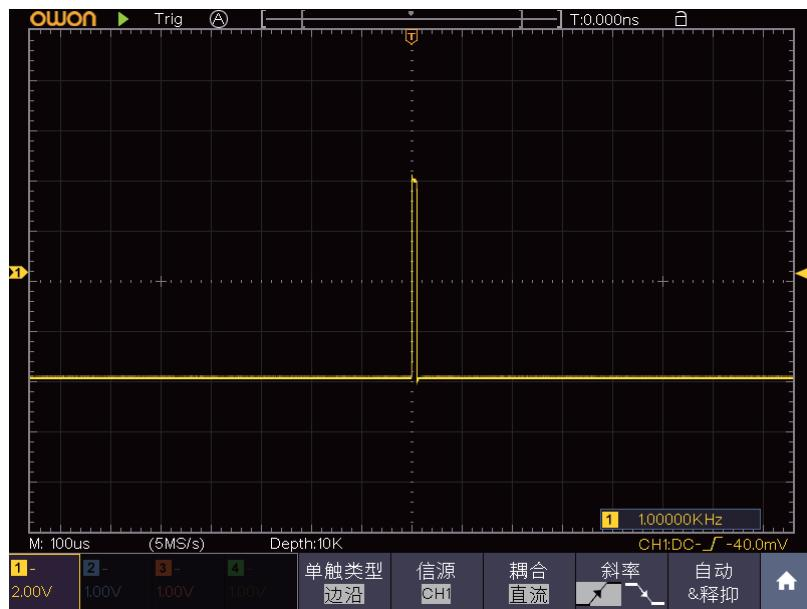

图 9-3：捕捉单次信号
- (2) 按**CH1**键选中该通道，调整 **垂直 档位** 和 **水平 档位** 旋钮，为观察的信号建立合适的垂直与水平范围。
- (3) 按 **采样** 按键，显示采样菜单。
- (4) 在下方菜单中选择 **采集模式**。在右侧菜单中选择 **峰值检测**。
- (5) 按 **触发菜单** 按键，显示触发菜单。
- (6) 在下方菜单中选择 **类型**。在右侧菜单中选择 **单触**。
- (7) 在左侧菜单中选择触发模式为 **边沿**。
- (8) 在下方菜单中选择 **信源**，在右侧菜单中选择 **CH1**。
- (9) 在下方菜单中选择 **耦合**；在右侧菜单中选择 **直流**。
- (10) 在下方菜单中选择 **斜率** 为  (上升)。
- (11) 旋转 **触发电平** 旋钮，调整触发电平到被测信号的中值。
- (12) 若屏幕上方 **触发状态指示** 没有显示 **Ready**，则按下 **Run/Stop** (运行/停止) 按键，启动获取。等待符合触发条件的信号出现。如果有某一信号达到设定的触发电平，即采样一次，显示在屏幕上。利用此功能可以轻易捕捉到偶然发生的事件，例如幅度较大的突发性毛刺：将触发电平设置到刚刚高于正常信号电平，按 **Run/Stop** (运行/停止) 按键开始等待，则当毛刺生时，机器自动触发并把触发前后一段时间的波形记录下来。通过旋转面板上水平控制区域的 **水平位移** 旋钮，改变触发位置的水平位移可以得到不同长度的负延迟触发，便于观察毛刺发生之前的波形。见图 9-3。